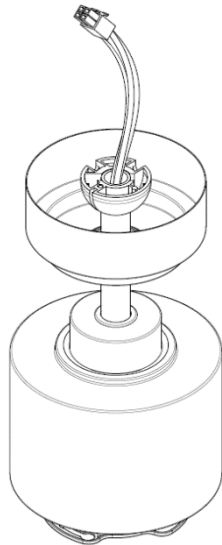

Fig. 4
- Σηκώστε τον κορμό του ανεμιστήρα πάνω στον βραχίονα υποστήριξης. Fig.4